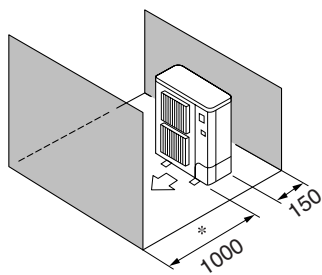

Fig. 2-6
- ⑤ Εμπόδια στην μπροστινή και την πίσω πλευρά μόνο (Fig. 2-6)